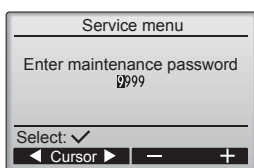

Fig. 6-2
① Seleccione "Service" (Assistência) no Menu principal e, em seguida, prima o botão **⏻**.
② Quando seleccionar o menu Service (Assistência), aparecerá uma janela a pedir a palavra-passe. (Fig. 6-2)